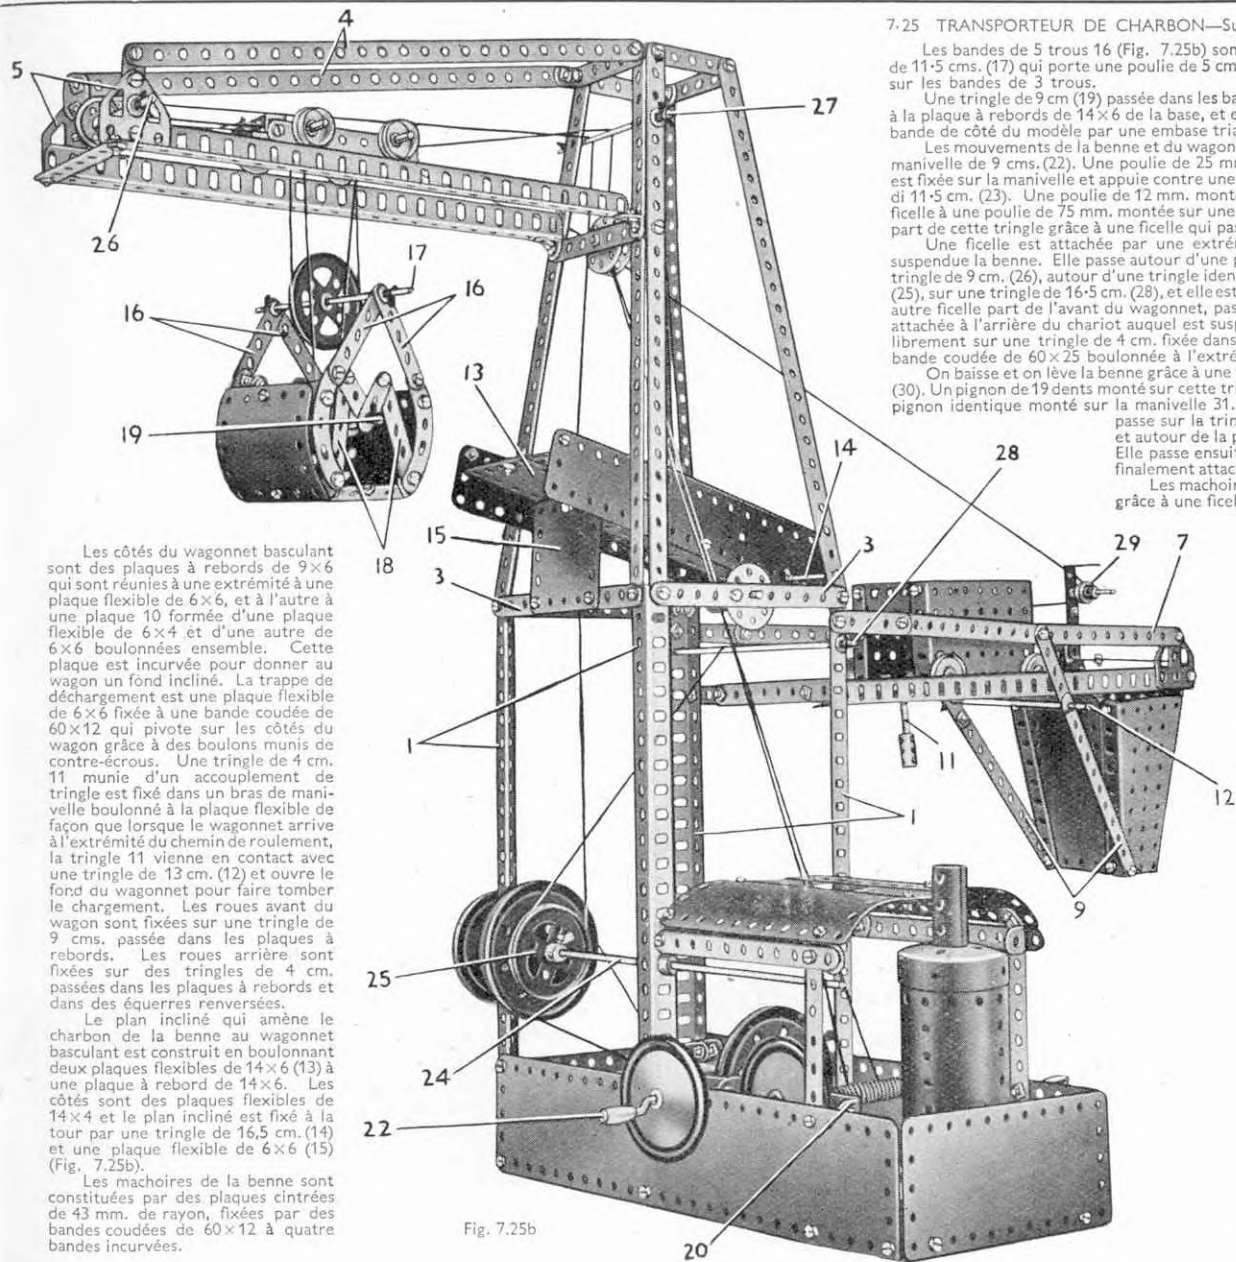

Fig. 7.25b
Les bandes de 5 trous 16 (Fig. 7.25b) sont boulonnées à l'aide de contre-écrous sur les bandes incurvées et leurs extrémités supérieures pivotent sur une tringle de 11.5 cms. (17) qui porte une poulie de 5 cms. Deux bandes de 5 trous 18 de chaque côté de la benne sont fixées aux machoires, et boulonnées à l'aide de contre-écrous sur les bandes de 3 trous.
Une tringle de 9 cms (19) passée dans les bandes de trois trous est lestée par une vis sans fin et un disque. Une plaque à rebords de 9×6 (20) (Fig. 7.25b), est boulonnée à la plaque à rebords de 14×6 de la base, et est prolongée par une plaque à rebords de 6×4 (21). La plaque 21 est renforcée par une bande de 7 trous fixée à la plaque-
Le plan incliné qui amène le charbon de la benne au wagonnet basculant est construit en boulonnant deux plaques flexibles de 14×6 (13) à une plaque à rebord de 14×6. Les côtés sont des plaques flexibles de 14×4 et le plan incliné est fixé à la tour par une tringle de 16.5 cms. (14) et une plaque flexible de 6×6 (15) (Fig. 7.25b).